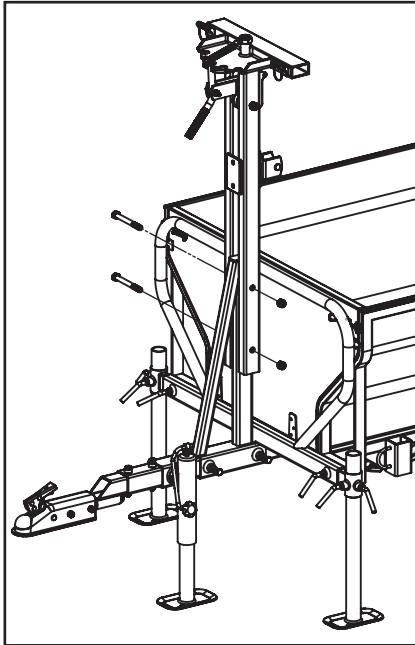

Fig. 20
Étape 18 : Installez la colonne de la flèche. Placez la colonne de la flèche préparée (11) à l'étape précédente sur les tubes verticaux du dispositif de protection de sécurité (10) comme indiqué sur la fig. 20. Alignez les trous de montage de la colonne de la flèche et des tubes verticaux et fixez-les solidement en place à l'aide des deux boulons et écrous M14x130 qui ont été retirés à l'étape précédente.